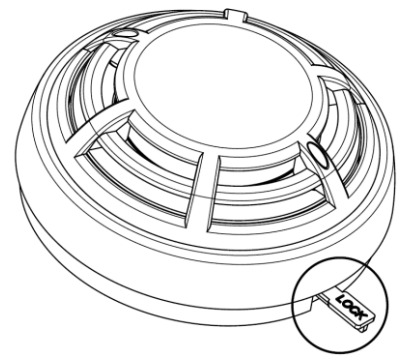

Fig.4
- Si la sirena está bloqueada en la base, para desbloquearla, inserte primero la llave en la ubicación especificada (Fig. 4) y gire la sirena en sentido antihorario.